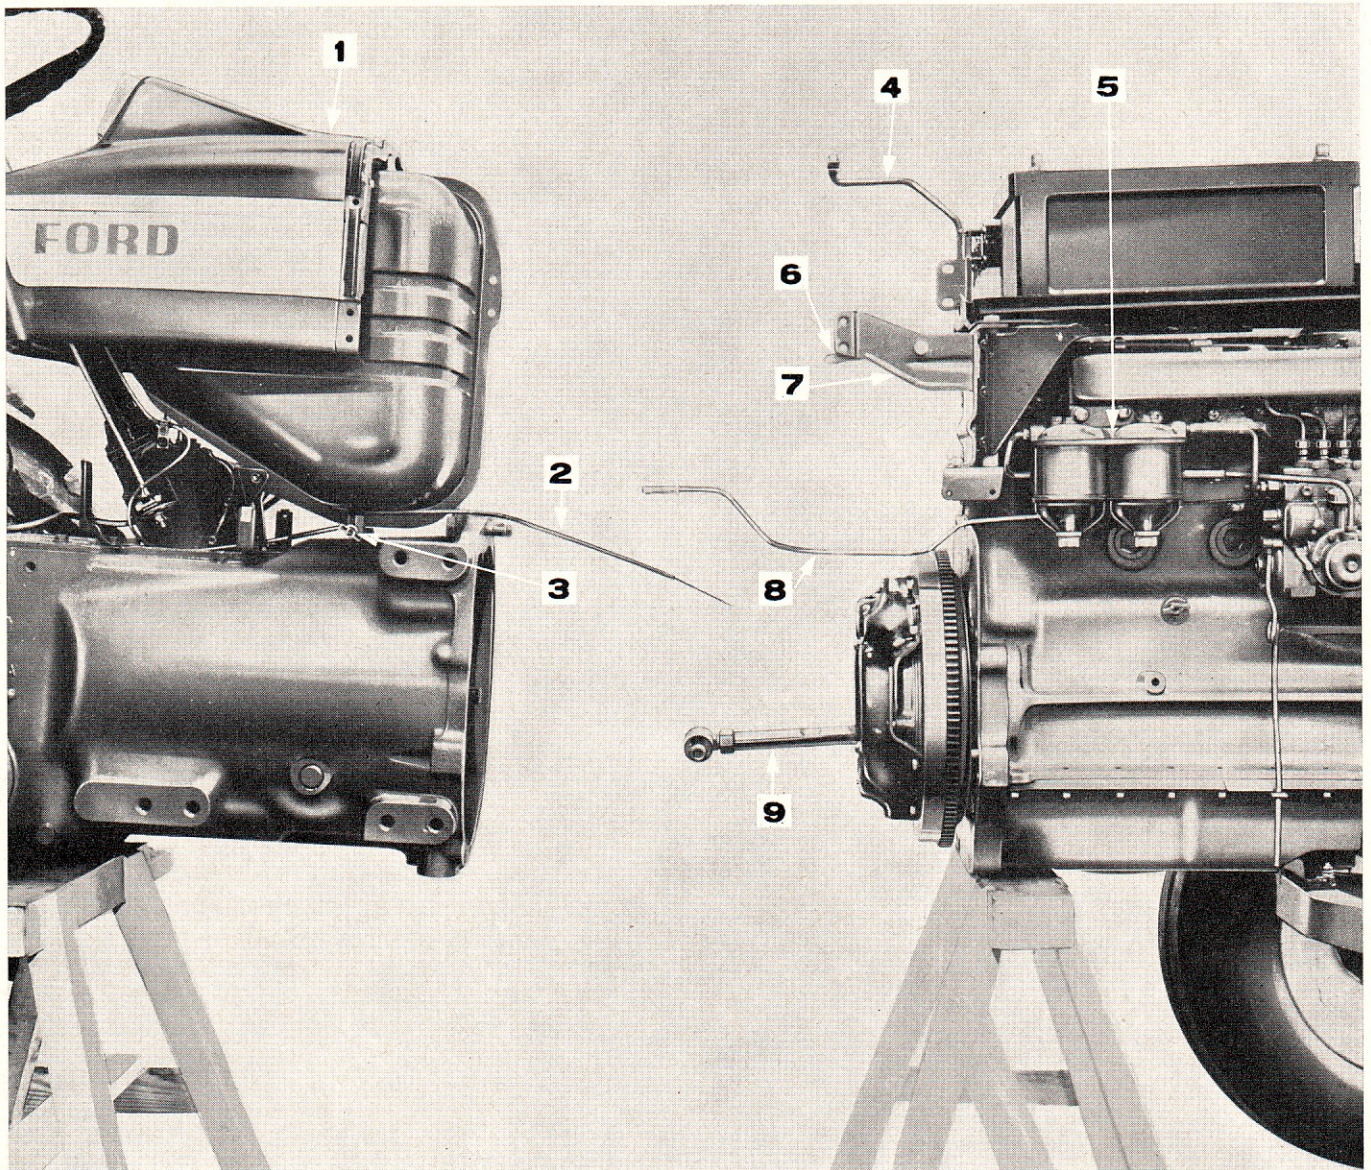

Figure 6: Séparation à la transmission
10. Débrancher les supports central et gauche d'ensemble capot arrière (fig. 6) en déposant les écrous, boulons et rondelles respectifs.
11. Déposer les deux boulons, écrous et rondelles fixant le support de batterie (fig. 6) à l'ensemble panneau de capot arrière.
16. Déposer le jonc d'arrêt et débrancher la tige horizontale de commande d'accélérateur (fig. 6) d'en dessous du réservoir à carburant.
17. Débrancher le câble de coupure d'alimentation (fig. 6) au bras de la pompe d'injection. (Commande de starter sur les moteurs à essence).
6. Rebrancher le tuyau de trop-plein de carburant (fig. 6) et serrer la bride à vis.
7. Rebrancher le câble d'arrêt du moteur (fig. 6), sur les moteurs diesel, au bras de la pompe d'injection. Régler de façon à permettre une course libre d'environ 6,35 mm au tableau de commande. Sur les moteurs à essence, rebrancher le câble de starter.
16. Monter les deux écrous, boulons et rondelles fixant le support de batterie (fig. 6) à l'ensemble panneau de capot arrière.